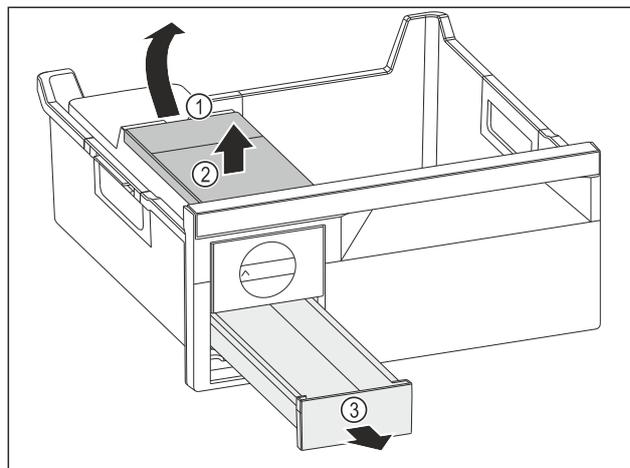

Fig. 111
- ▶ Sacar el depósito de agua: Subir el depósito de agua por la entalladura Fig. 111 (1).
- ▶ Extraer el depósito de agua Fig. 111 (2) por arriba.
- ▶ Extraer el cajón para cubitos de hielo Fig. 111 (3) por delante.